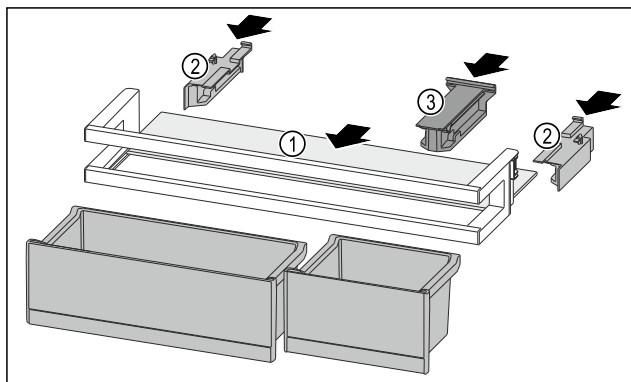

Fig. 132
- Abstellfläche Fig. 132 (1) in die seitlichen Einsparungen einschieben.
- Seitenteile Fig. 132 (2) einsetzen.
- Halteteil Fig. 132 (3) einsetzen.